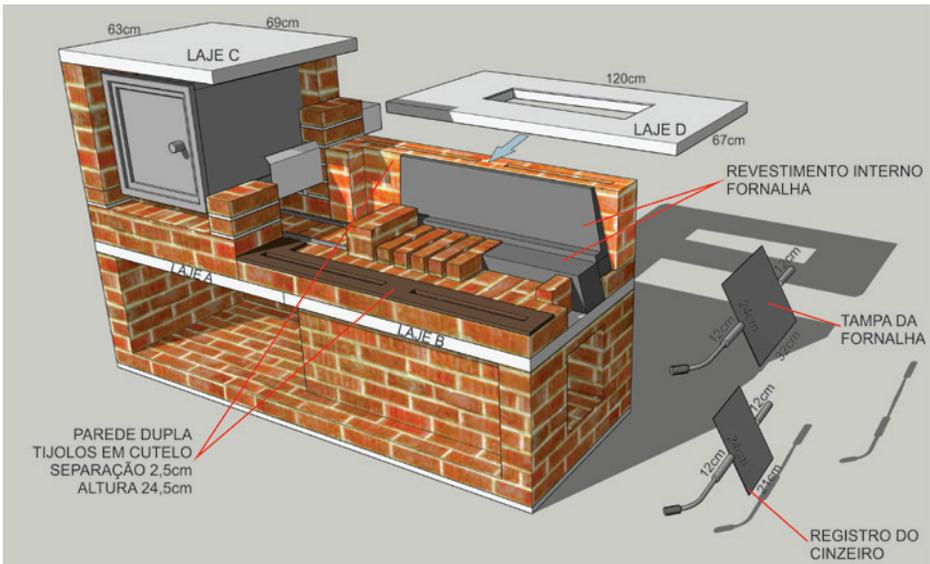

Figura 7
- Os tijolos são assentados em cutelo, formando paredes duplas em cada lateral. O vazio nas paredes duplas é de 3 centímetros, ficando cada lateral com espessura total de 13 centímetros. No meio, em cada lateral, são assentados tijolos cortados em sentido transversal, para melhorar a amarração (ver detalhe figura 7).